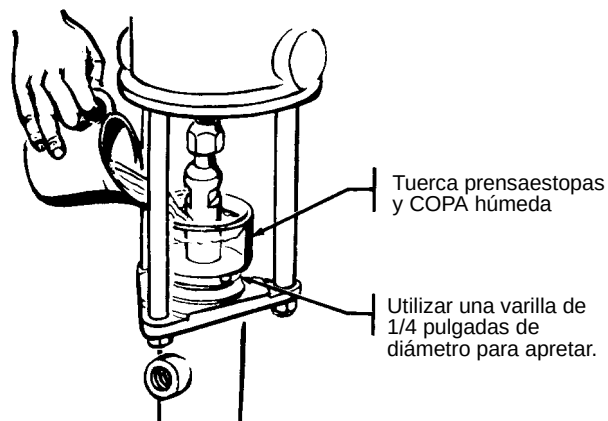

Fig. 2
Llenar la tuerca prensaestopas/copa húmeda (4) a la mitad de su capacidad con líquido de estanqueidad para gargantas (TSL) Graco o con un disolvente compatible. Ver Fig. 2. Mantener la copa constantemente llena para contribuir a evitar que el fluido que se esté bombeando se seque sobre el vástago de desplazamiento y dañe las guarniciones de la garganta.